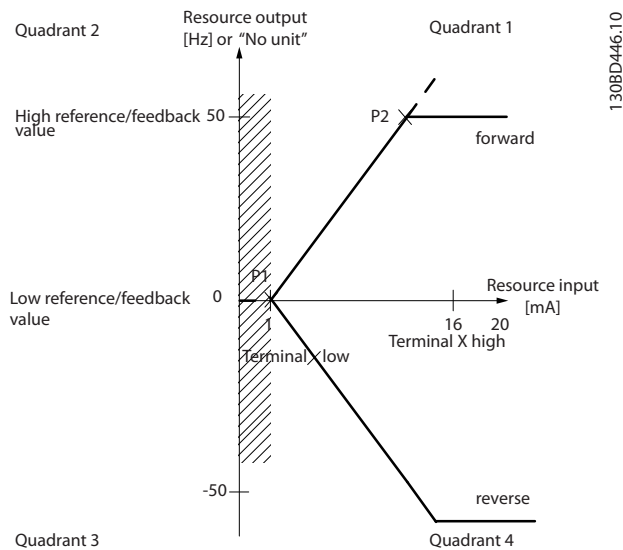

Ilustración 2.19 Tamaño de la zona muerta
- Ajuste en cero el valor de referencia mínimo (consulte la *Tabla 2.5* para conocer el parámetro apropiado) o bien el valor de referencia máximo. En otras palabras, P1 o P2 deberán estar en el eje X de la *Ilustración 2.19*.
P1 o P2 definen el tamaño de la zona muerta, tal como se indica en la *Ilustración 2.19*.